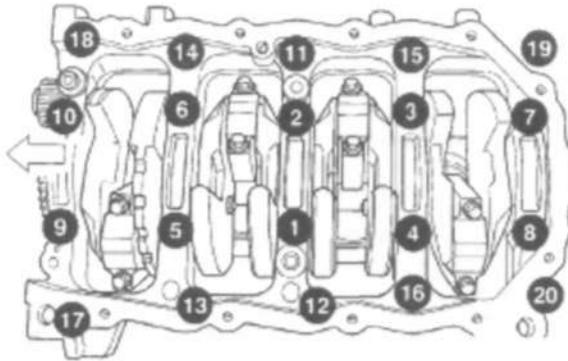

Рис. 46 Порядок затяжки болтов крепления основания.
(5) Установить нижние коренные подшипники в крышку подшипника/основание. Убедиться, что пластины подшипников заходят в прорези основания. Установить коренные подшипники с основанием на блок двигателя.
(6) Перед установкой болтов смазать резьбу чистым моторным маслом, вытереть излишки масла.
(7) Установить основание с коренными подшипниками на болты блока 11, 17 и 20, затянуть пальцами. Подтягивать болты до тех пор, пока основание не будет соприкасаться с блоком цилиндров.
(8) Для правильной центровки упорного подшипника выполнить следующие операции:
-Шаг 5: Установить и затянуть болты (1–10) в последовательности, указанной на Рис. 46, моментом 41 Н·м.
(9) Затянуть болты (1–10) еще раз моментом 41 Н·м + на 1/4 оборота в последовательности, указанной на Рис. 46.
(10) Установить основание с коренными подшипниками на болты блока двигателя (11–20) и затянуть каждый болт моментом 28 Н·м в указанной последовательности (Рис. 46).
(11) После установки основания с коренными подшипниками проверить крутящий момент коленвала. Крутящий момент не должен превышать 5.6 Н·м.
(12) Установить шатунные подшипники и крышки. **Не использовать болты шатунов повторно.** Затянуть болты шатунов моментом 27 Н·м плюс 1/4 оборота.
(13) Установить оси балансир и кожух в сборе (см. п.9-ДВИГАТЕЛЬ/ФАЗЫ ГАЗОРАСПРЕДЕЛЕНИЯ/ ОСЬ БАЛАНСИРА-УСТАНОВКА).
(14) Установить масляный насос и приемный патрубок (см.п.9-ДВИГАТЕЛЬ/СМАЗКА/МАСЛЯНЫЙ НАСОС-УСТАНОВКА)
(15) Установить заднюю крышку ремня ГРМ (см. п. 9 ДВИГАТЕЛЬ/ФАЗЫ ГАЗОРАСПРЕДЕЛЕНИЯ/РЕМЕНЬ ПРИВОДА ГРМ/КРЫШКА(И) ЦЕПИ-УСТАНОВКА)
(16) Установить ремень привода ГРМ (см. п. 9 ДВИГАТЕЛЬ/ ФАЗЫ ГАЗОРАСПРЕДЕЛЕНИЯ/РЕМЕНЬ ПРИВОДА ГРМ/ЦЕПЬ И ЗВЕЗДОЧКИ –УСТАНОВКА)
(17) Установить передние крышки ремня ГРМ (см. п. 9 ДВИГАТЕЛЬ/ФАЗЫ ГАЗОРАСПРЕДЕЛЕНИЯ/РЕМЕНЬ ПРИВОДА ГРМ/КРЫШКА(И) ЦЕПИ-УСТАНОВКА)
(18) Установить кронштейны крепления двигателя.
(19) Установить масляный поддон (см. п.9-ДВИГАТЕЛЬ / СМАЗКА/МАСЛЯНЫЙ ПОДДОН-УСТАНОВКА)
(20) Установить масляный фильтр.
- (5) Установить нижние коренные подшипники в крышку коренных подшипников/основание. Убедиться, что пластины подшипников заходят в прорези основания.
- (6) Расположить основание с коренными подшипниками на блок двигателя.
- (7) Перед установкой болтов смазать резьбу чистым моторным маслом, вытереть излишек масла.
- (8) Установить основание коренных подшипников на болты блока двигателя 11, 17 и 20, подтянуть пальцами. Затягивать болты до соприкосновения основания с блоком цилиндров.
- (9) Для правильной центровки упорного подшипника выполнить следующие операции:
- Шаг 5: Установить и затянуть болты (1–10) в последовательности, указанной на (Рис. 46) моментом 41 Н•м.
- (10) Установить основание с коренными подшипниками на болты блока двигателя (11–20) и затянуть каждый болт моментом 28 Н•м в указанной последовательности (Рис. 46).
- (11) После установки основания с коренными подшипниками проверить крутящий момент коленвала. Крутящий момент не должен превышать 5.6 Н•м .